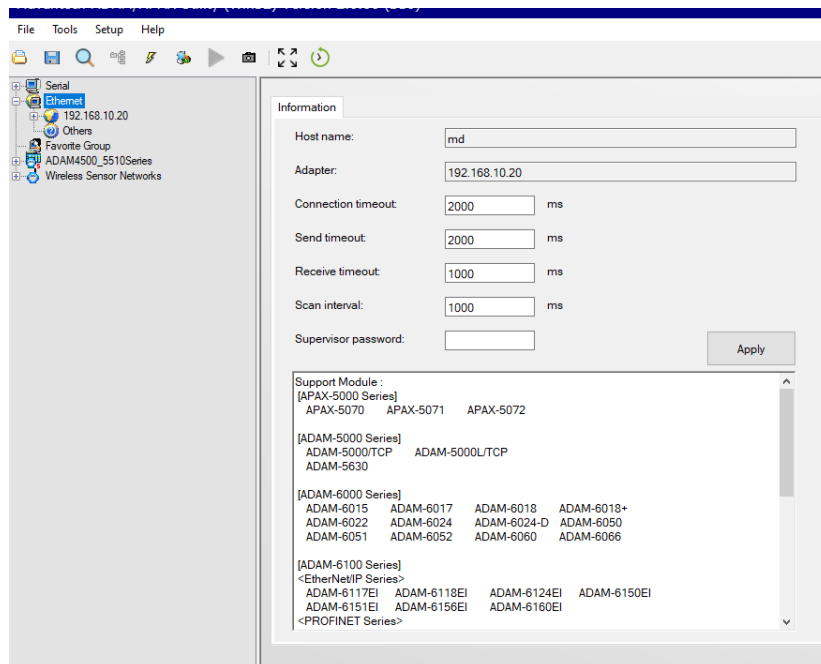

Рис. 3.7. Вікно тестової програми ADAM APAX Utility з виведеною IP-адресою адаптера - 192.168.10.20
3.3.3. Натиснути на поле *Ethernet*, після чого з'явиться зображення IP-адреси адаптера – 192.168.10.20 (рис. 3.7).